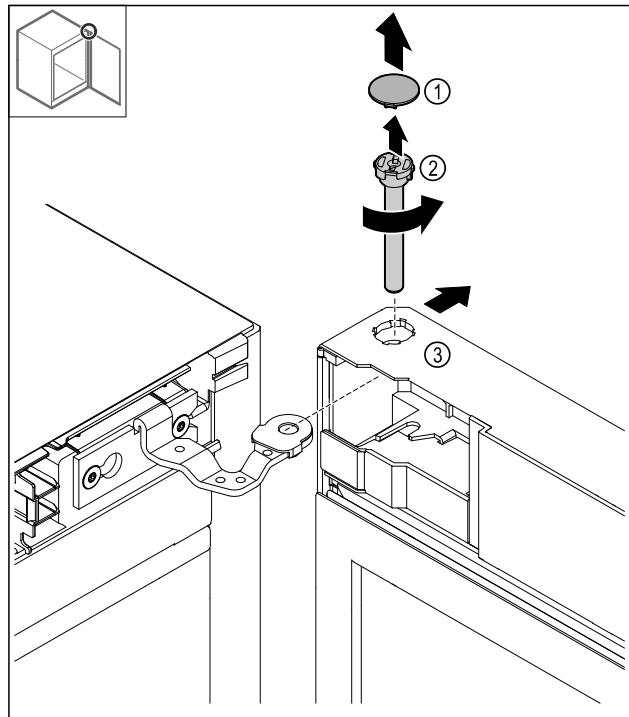

Fig. 20
- Vegye le a fedelet Fig. 20 (1).
- A csapot Fig. 20 (2) az óra járásával ellentétesen lazítsa meg, és húzza ki.
- Billentse meg kissé az ajtót Fig. 20 (3).